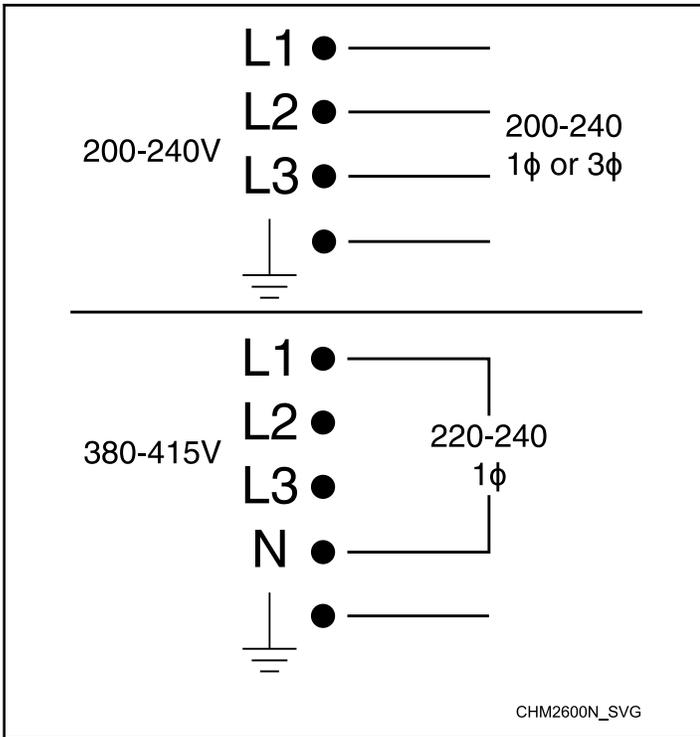

Figura 26
**IMPORTANTE:** Para tensión X - Para obtener 200 - 240 V de una fuente de 200 - 240 V, conecte L1 y L2. Para obtener 220 - 240 V de una fuente de 380 - 415 V, conecte L1 y N. Consulte *Figura 26*.